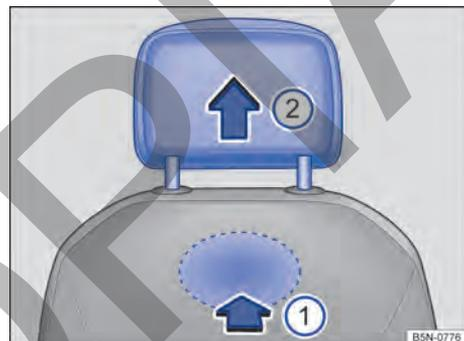

Fig. 79 Apoyacabezas delantero: desmontaje.
- Para desbloquearlo, busque el rebaje situado en la parte posterior del respaldo por la zona marcada → fig. 79 Ⓛ, presione y mantenga presionado en el sentido de la flecha.
- Extraiga el apoyacabezas en el sentido de la flecha → fig. 79 ②.